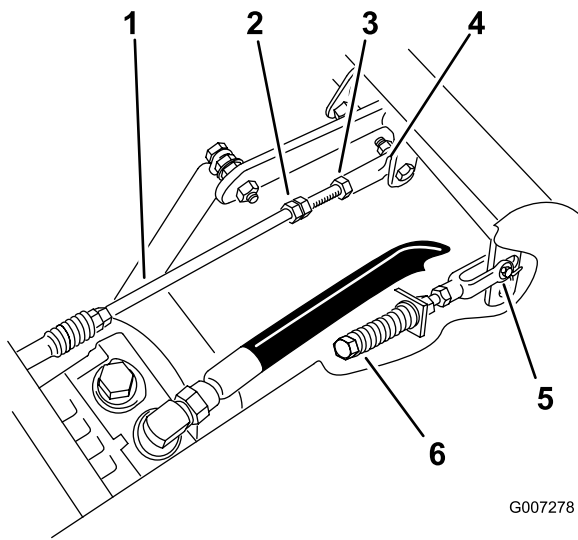

Figura 59
3. Ajuste la longitud de la varilla de la bomba girando las tuercas dobles de la varilla, en el sentido apropiado, hasta que la rueda quede estacionaria o se mueva muy lentamente en marcha atrás (Figura 59).
- Apriete la contratuerca de la articulación esférica (Figura 59).